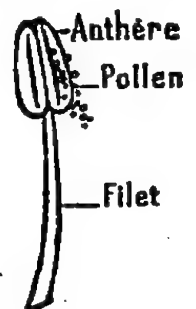

Fig. 263. — Étamine laissant échapper du pollen.
3o Les **étamines** (fig. 263) sont l'organe mâle de la fleur. Elles sont placées à l'intérieur de la corolle. Une étamine est formée d'un *flet*
**3. Les plantes se reproduisent par le pollen et les ovules.** — Lorsque la fleur est complètement épanouie, l'anthere de chaque étamine s'ouvre pour laisser sortir le *pollen* (fig. 263). Ce pollen tombe sur le *stigmate* du pistil, pénètre dans le *style* et parvient dans l'ovaire jusqu'aux *ovules*. A partir de ce moment, ceux-ci grossissent et se transforment en *graines*, tandis que l'ovaire devient le *fruit*. Les autres parties de la fleur, alors inutiles, se dessèchent et tombent.